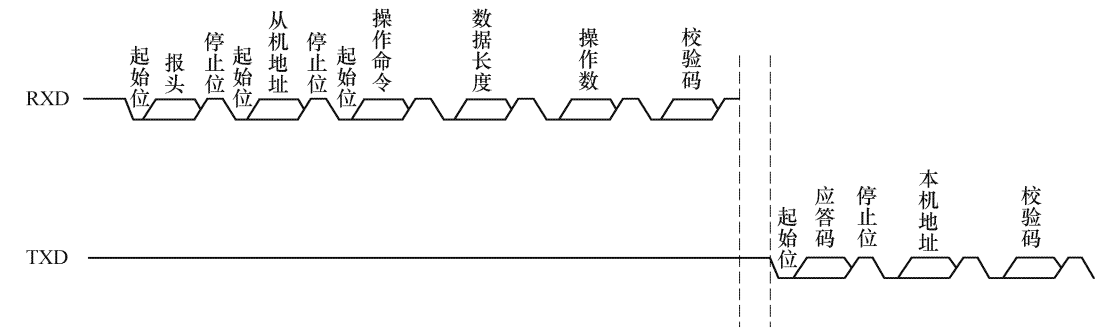

图 E.4 协议格式
E.4.1 数据以主机询问的方式传输，主机向从机传送的命令字串，从机根据命令响应，如图 E.4 所示。